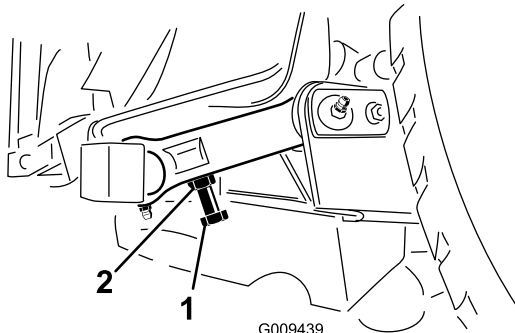

Figure 29
3. Pour ajuster la distance, trouvez le boulon sur la biellette de pivot arrière de l'unité de coupe (Figure 29).